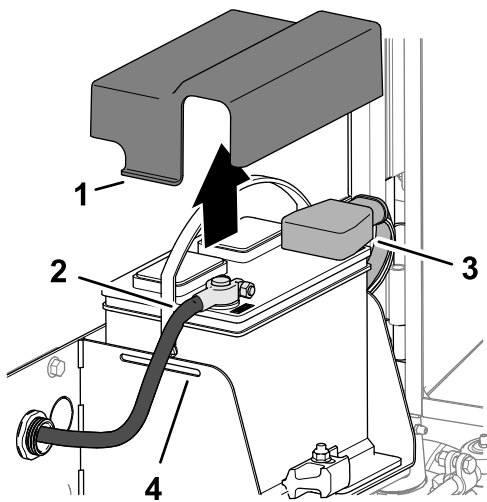

Figura 96
3. Apăsai părțile laterale ale capacului bateriei i îndepărtați capacul de pe compartimentul bateriei (Figura 96).